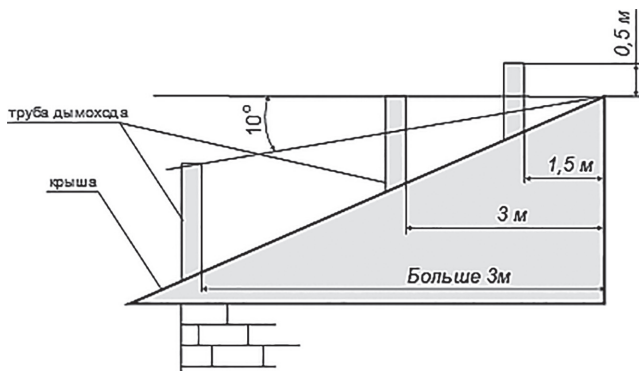

Рисунок 2. Схема размещения дымовых труб
Отпустите ручку управления и убедитесь что запальная горелка горит (рис.2). Если запальная горелка погасла, повторите процедуру зажигания.
1. Нажмите кнопку включения и удерживайте её в нажатом состоянии (рис. 2).
Нажмите кнопку розжига и подождите запальную горелку, удерживая ручку полностью нажатой в течение нескольких секунд (рис. 2). Отпустите ручку управления и убедитесь, что запальная горелка горит. Если горелка погасла, повторите процедуру розжига.